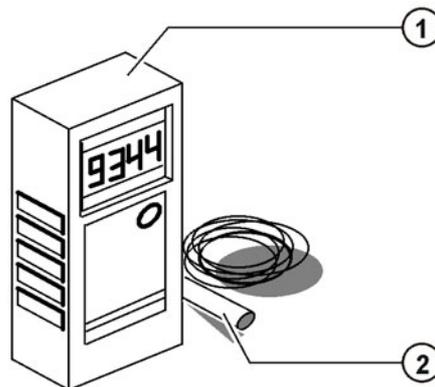

Fig. 9-12: Appareil de mesure de la tension de la courroie dentée
- Mettre l'appareil de mesure de la tension de la courroie dentée en service (>>> Fig. 9-12).